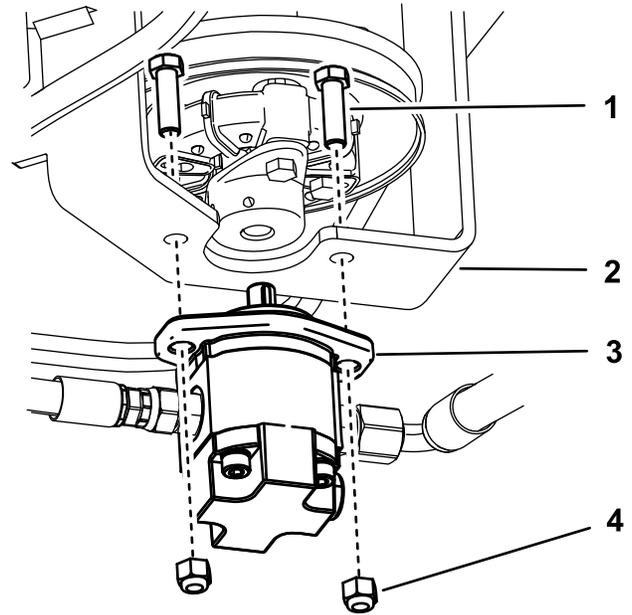

Figura 42
- Retire los 2 pernos y las 2 tuercas, y afloje los 2 tornillos de fijación del acoplador. Retire la bomba de engranajes del montaje de la bomba (Figura 42).
10. Instale la bomba de engranajes (Figura 42).